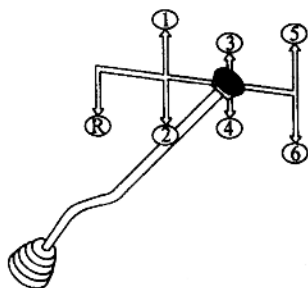

图 1-10 操纵杆相应的各档位置
12. 变速操纵杆。该车变速器有 6 个前进档和 1 个倒档,操纵杆相应的各档位置如图 1-10 所示。